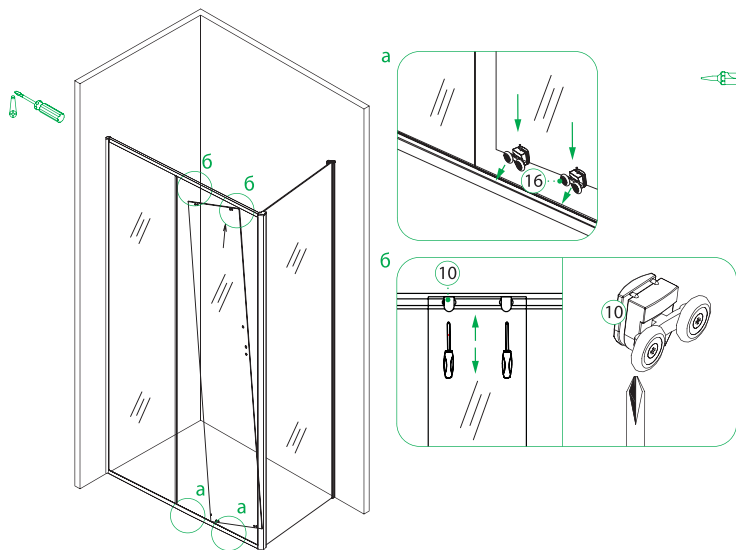

Рис. 11/11-сур.
7. Установите верхние и нижние ролики (10,16) на закаленные стекла дверей. Далее установите двери на конструкцию с помощью кнопки на нижнем ролике, она опустит ролик вниз и даст возможность зайти в профиль, после чего, отпустите кнопку и дверь встанет на место (рис.11-а). Для плавного хода дверей отрегулируйте верхние ролики по высоте с помощью отвертки (рис.11-б).
8. Установите магнитные уплотнители (13), ручку (15) и заглушки профиля (3, 4, 19), как показано на рисунке 12.